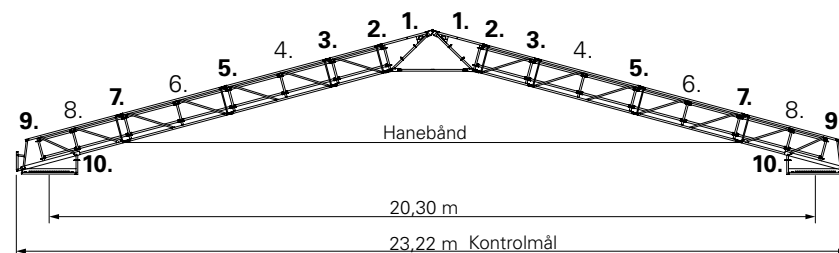

Fig. B1.04a
- med hanebånd (Fig. B1.04a)
(Fig. B1.04a)